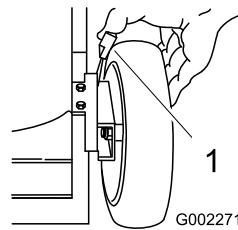

Figure 23
- Tirez le levier de réglage de hauteur vers la roue (Figure 23) et amenez-le à la position voulue.